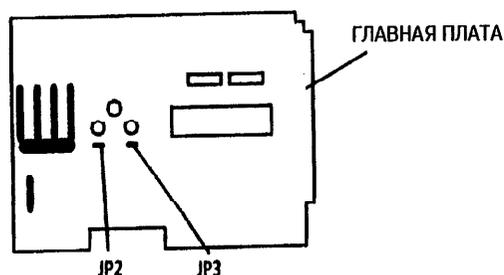

Рис. 1. Установка счётчика
- б. Закоротите перемычкой JP2 и JP3 на главной плате (Рис. 1).